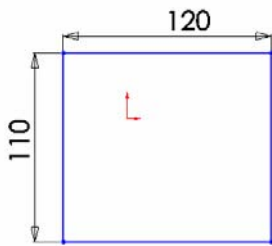

图 9-86 绘制草图
② 绘制草图。在左侧的“FeatureMannger 设计树”中选择“前视基准面”作为绘图基准面, 然后单击“草图”工具栏中的“矩形”图标, 绘制一个矩形, 标注智能尺寸如图 9-86 所示。